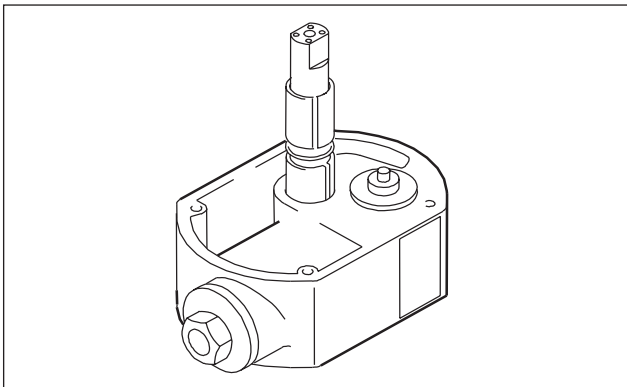

Fig. 17 – Montage de la tige de piston
- Pour la mise en place des coussinets des paliers lisses et du segment, il est recommandé de se servir de la tige de piston comme guide (cf. fig. 17).